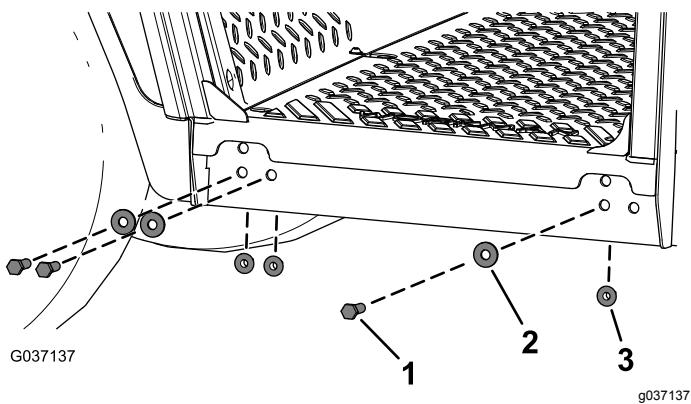

Figure 12
- Fixez les côtés du cadre de cabine à la machine à l'aide de 6 boulons à tête hexagonale ($\frac{3}{8}$ " x $1\frac{1}{4}"), 6 rondelles ($\frac{3}{8}$ ") et 6 écrous à embase ($\frac{3}{8}"), comme montré à la Figure 12.$$